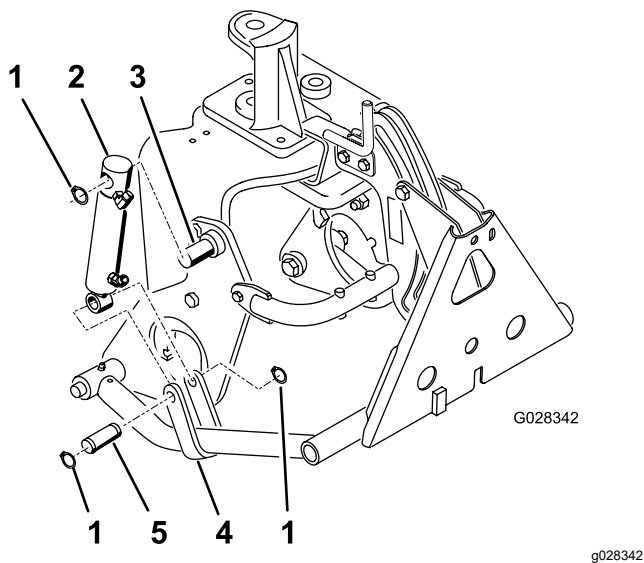

图 18
3. 用卡环将液压油缸筒的顶部安装到右犁板的销钉上图 18。
4. 使用销钉和 2 个卡环将油缸杆安装到推动臂箍带上图 18。